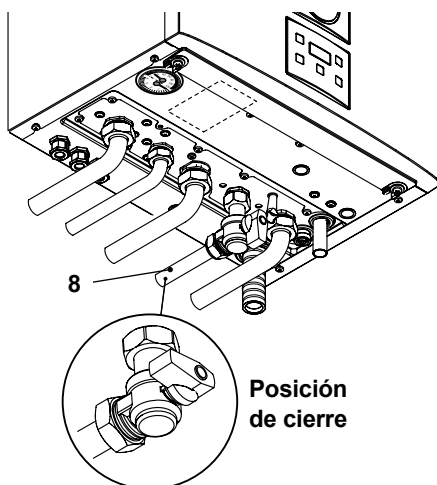

Figura 6.2
- Vuelva a cerrar la llave del gas 7 en la Figura 6.2 .